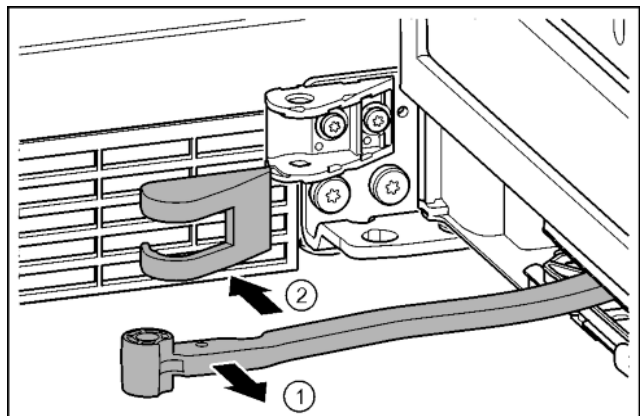

Fig. 16
- ▶ Forgassa az ajtó irányába a csuklót. Fig. 16 (1)
- ▶ Vegye le a csapágybak fedelét. Fig. 16 (2)